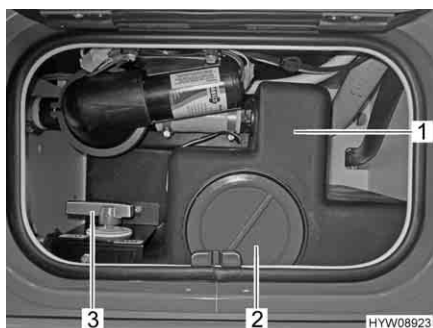

Fig. 183 Serbatoio fecale aggiuntivo
- Aprire il rubinetto di scarico (Fig. 183,3) del serbatoio fecale aggiuntivo. Svuotare completamente il serbatoio fecale aggiuntivo.